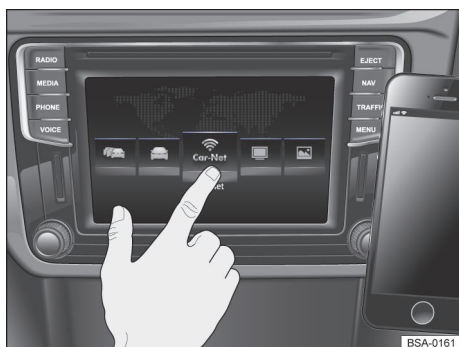

Fig. 128 Cadastrar no Volkswagen Car-Net com o sistema Infotainment e o telefone móvel.
- Tocar na superfície de função  no menu principal do sistema Infotainment → Fig. 128.
- No menu principal, tocar na superfície de função Car-Net → Fig. 128.